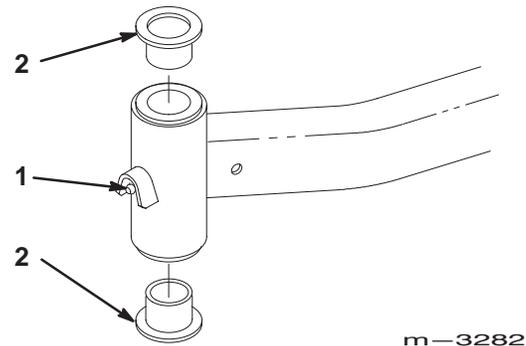

Figure 71
4. Insérez un chasse-goupille dans le moyeu de pivot et chassez les bagues avec précaution (Fig. 71). Nettoyez l'intérieur du tube de montage.
5. Graissez l'intérieur et l'extérieur des nouvelles bagues. A l'aide d'un marteau et d'une plaque plate, enfoncez les bagues délicatement dans le moyeu de pivot (Fig. 71).